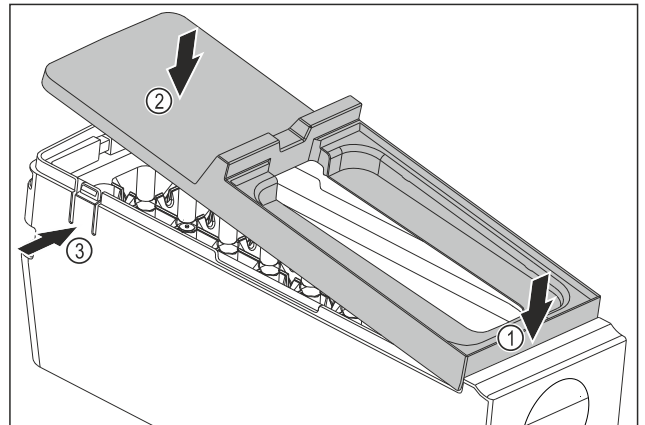

Fig. 139
- ▶ EasyTwist-Ice'i korpuse kate monteerimine: Pange kate ees kohale. Fig. 139 (1)
- ▶ Langetage taga katet. Fig. 139 (2)
- ▷ Kate fikseerub kuuldavalt mõlemasse aasu Fig. 139 (3).